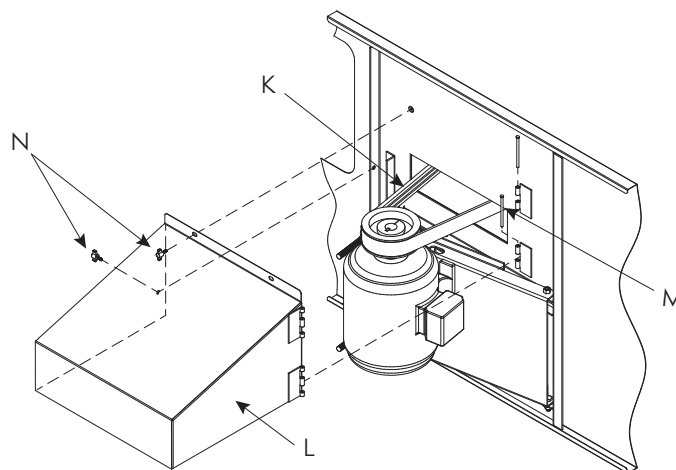

Figura 17b – Installazione protezione motore e cinghia "Powerband"
7. Installare le cinghie Power-Band **K** (**Figura 17b**) sulle pulegge del motore e del ventilatore. Regolare il tensionamento delle cinghie con viti "J" e dadi, senza stringere eccessivamente. La parte centrale della cinghia dovrebbe flettersi di circa 1/2" (12.7mm) con una leggera pressione della mano.
10. Installare la protezione del motore **L**, allineandola ai perni di fissaggio **M** (**Figura 17b**).